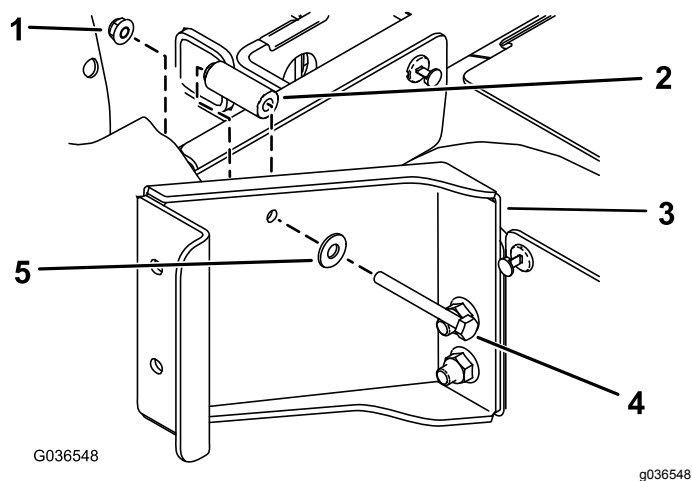

Figure 2
- C. Fixez le support derrière le socle du siège arrière à l'aide de 1 boulon à embase hexagonale (1/4" x 2 1/2"), 1 rondelle plate (5/16"), 1 entretoise (9/32" x 5/8") et 1 écrou à embase (1/4"), comme montré à la Figure 2.